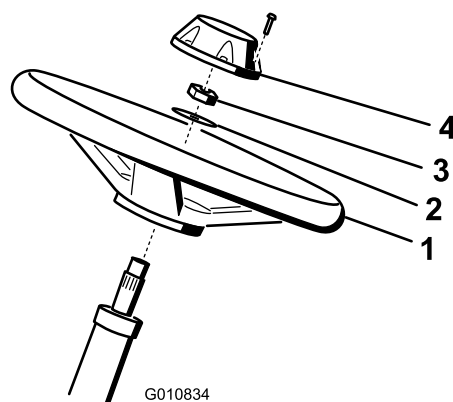

Bild 4
1. Schieben Sie das Lenkrad auf die Lenkwelle (Bild 4).
2. Schieben Sie die Scheibe auf die Lenkwelle (Bild 4).
3. Befestigen Sie das Lenkrad mit einer Sicherungsmutter an der Welle und ziehen es auf 27-35 N·m an (Bild 4).
4. Setzen Sie den Deckel auf und befestigen Sie ihn mit sechs Schrauben am Lenkrad (Bild 4).